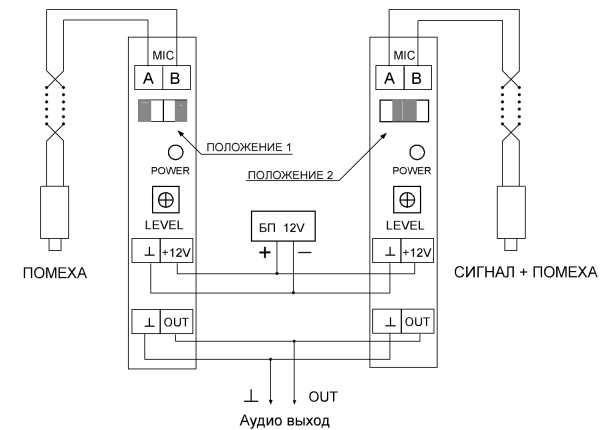

Рис. 3 Схема подключения с подавлением помехи. Вариант Б.
- Подсоедините питающие и сигнальные провода согласно схеме подключения (см. рис. 3).